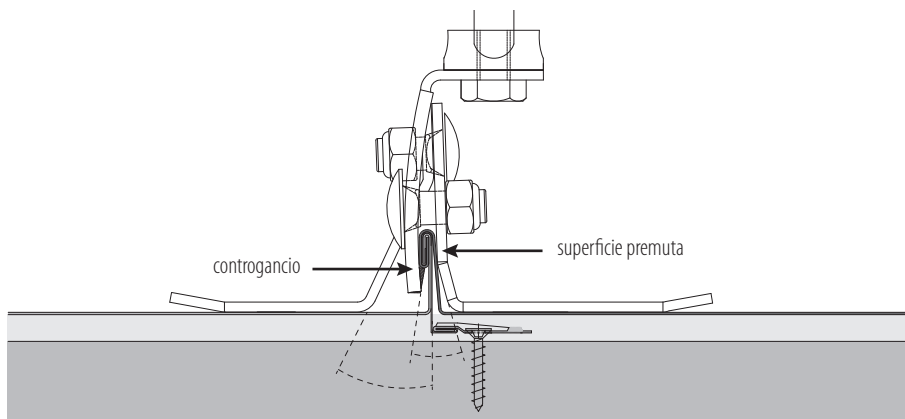

Fig. 1: Morsetto brevettato, per dispositivi di ancoraggio
- **IMPORTANTE:** Montare i morsetti con la parte dei controganci sul lato dell'aggraffatura (Fig.1).